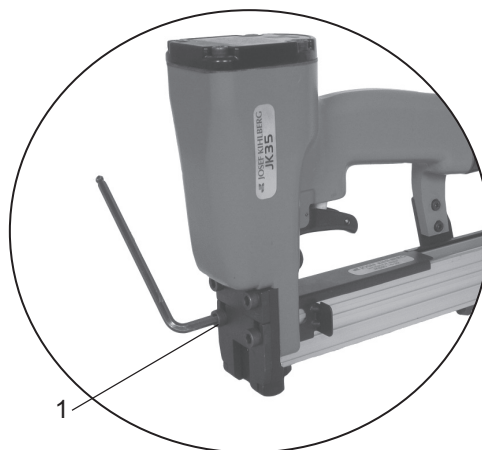

Fig. 6
- Dévissez les deux vis cylindriques (Fig. 6/1).